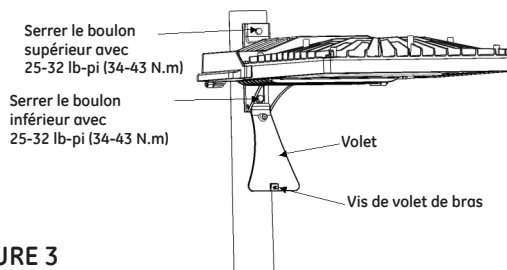

FIGURE 3
- Ouvrez le volet du bras et installez le boulon de 3/8 po, la rondelle de frein et la rondelle plate dans le bras (conformément à l'illustration) et serrez dans la plaque d'écrou (voir les figures 3 et 4).